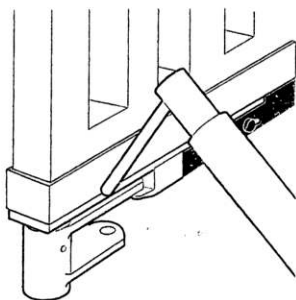

Fig. 11
- 3) Spawać wspornik prowadzący do wspornika podpierającego (rys.11)